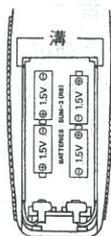

図5
- 3) 乾電池（単3）4本を図5の極性に合わせて、正しく入れます。
- 4) 電池カバーを図5の溝に乗せ、すべらせるようにして押し上げ元どりにします。